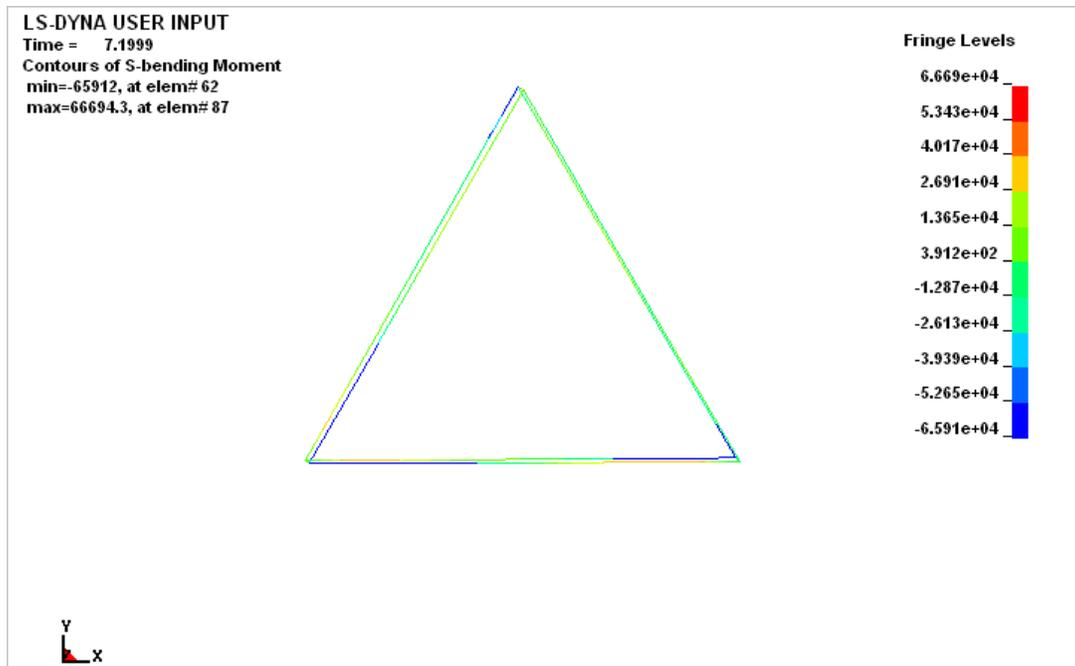

Рисунок 70. Изгибающий момент балочной конструкции
- С помощью полосы прокрутки просматриваем результаты моделирования (Рисунок 70).